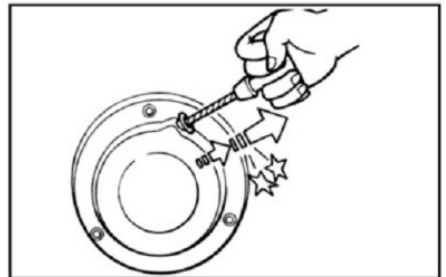

Рис. 6 Ручной стартер
6. Запустите двигатель, потянув за рукоятку ручного стартера (Рис. 6).